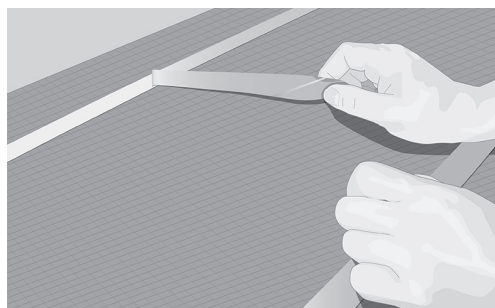

Fig. 6. Legg ut dobbeltsidig tape og fjern dekkpapiret
10. Fest kabelen på den dobbeltsidige tapen og fjern dekkpapiret etter hvert som du fortsetter med å legge ut kabelen (Fig. 6 og 7).